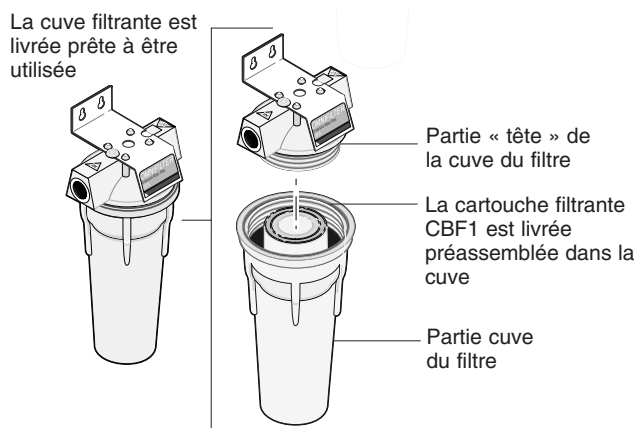

Figure 6
3. La cartouche filtrante est livrée posée dans la cuve du filtre. Se reporter à la Figure 6 pour connaître les composants de la cartouche filtrante.